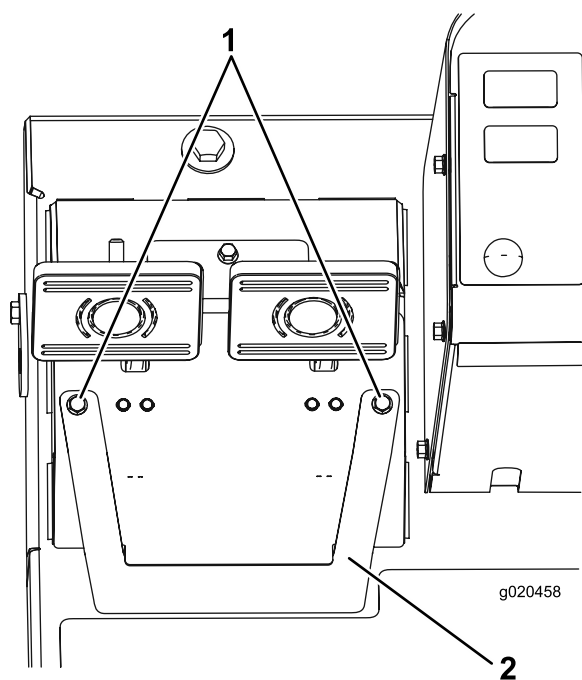

Figura 69
- A. Desaperte os 2 parafusos de montagem e retire a cobertura de ajuste do travão (Figura 69).